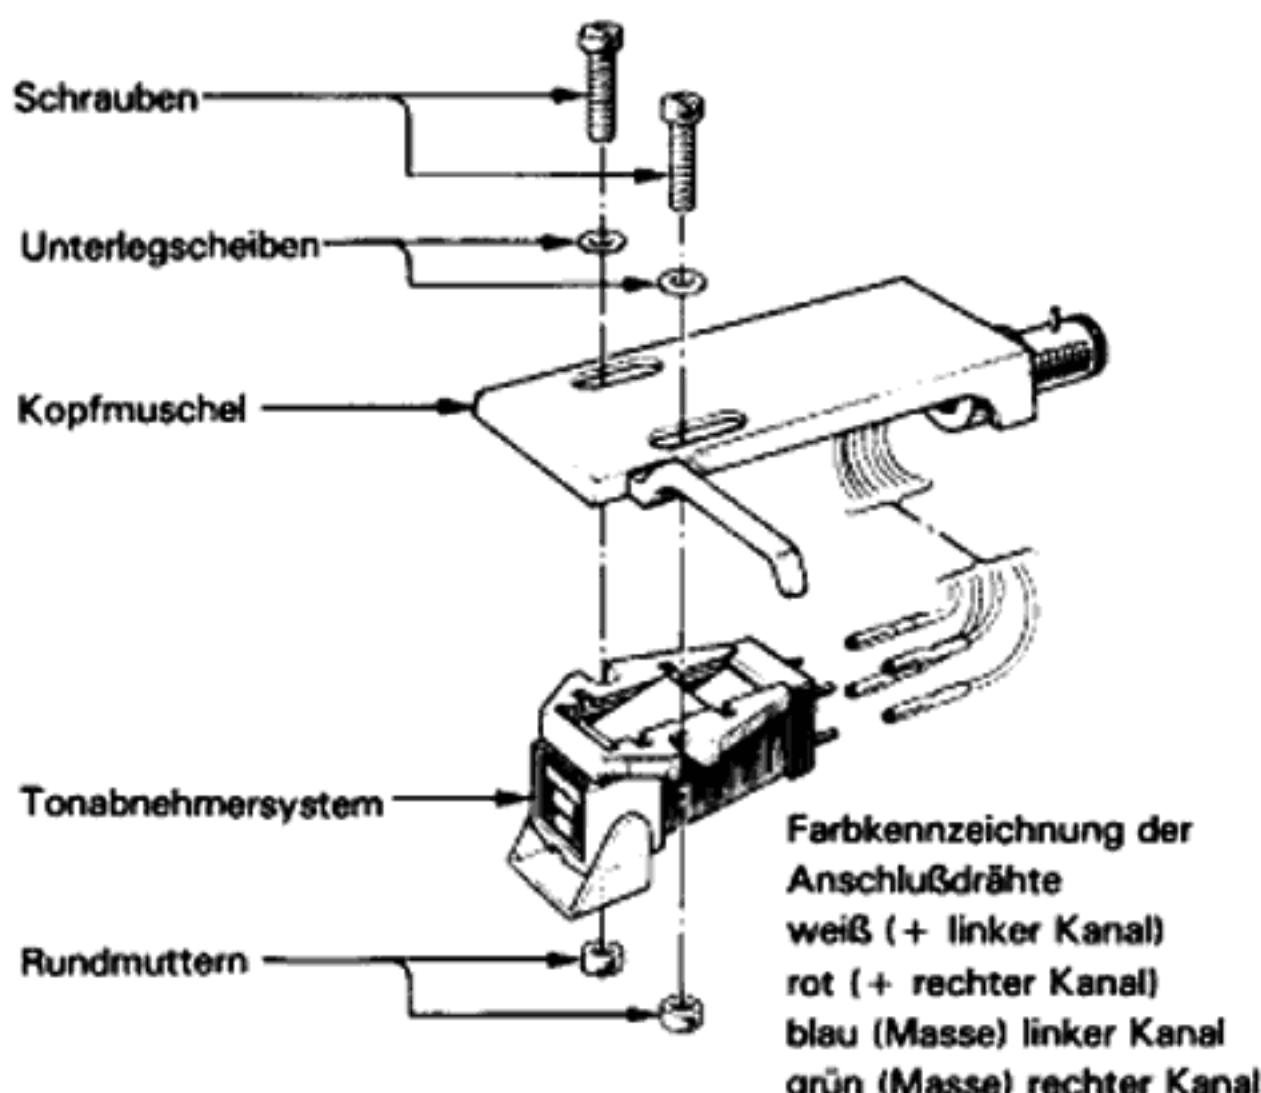

Fig. 10
- Die vier Steckerhülsen der Kopfmuschel wie gezeigt auf die Steckerstifte des Tonabnehmers schieben. Für die Farben der Anschlußdrähte siehe Fig. 10. Zum Anschließen eine Pinzette oder eine Zange mit langen Backen verwenden.